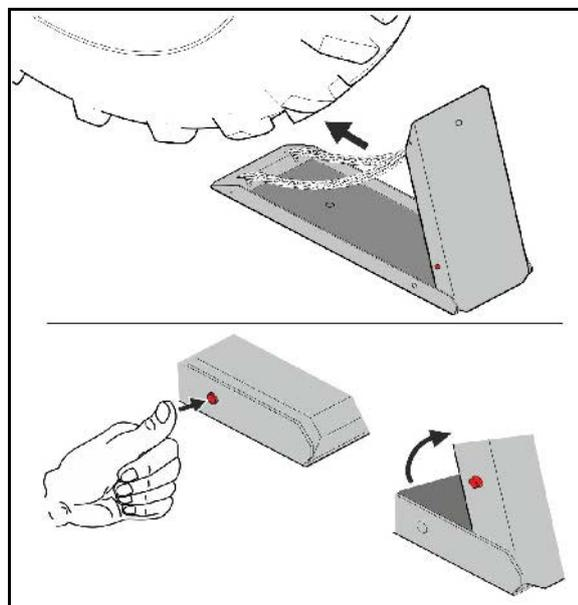

Fig. 26
- Ouvrir le robinet de fermeture du bloc hydraulique (Fig. 26/1).
- Fermer les robinets de fermeture (Fig. 26/2):